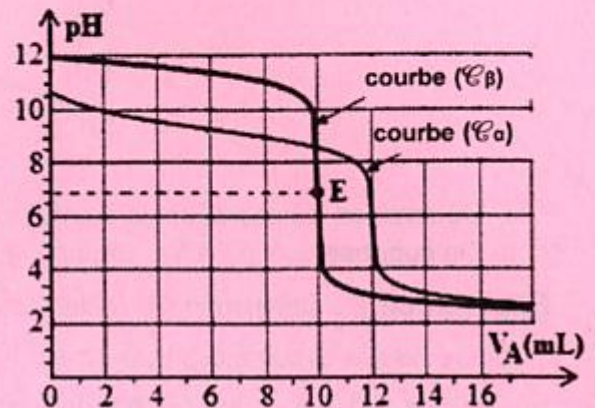

figure-1
On obtient les courbes (\mathcal{C}_α) et (\mathcal{C}_β) de la figure-1 correspondants respectivement aux dosages des échantillons prélevés des flacons F_2 et F_3 .
2) En exploitant les courbes (\mathcal{C}_α) et (\mathcal{C}_β) de la figure-1 :